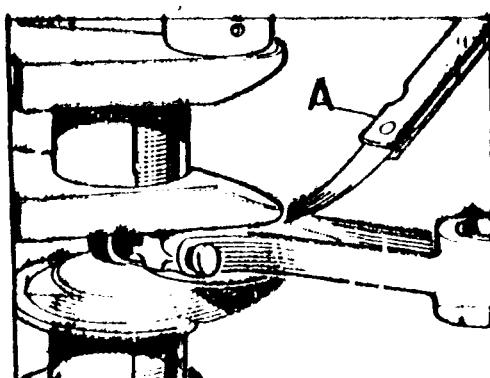

Fig. A3-94 Verificación del juego longitudinal de la biela
8.1. Se utilizará una galga, A (Fig. A3-94) introducida entre la cara lateral de la biela y el resalte de apoyo de la muñequilla.